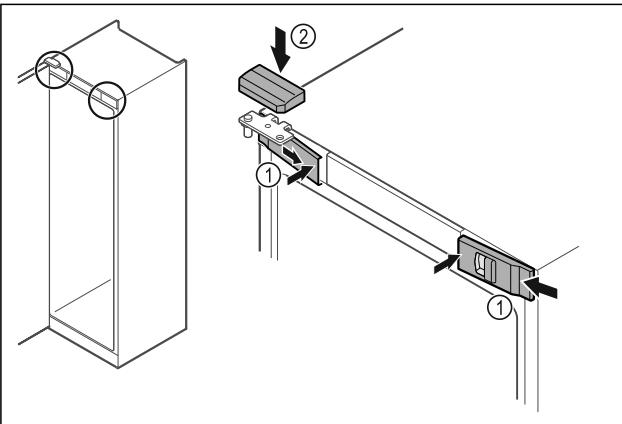

Fig. 50
- ▶ Закачете предните капаци Fig. 50 (1) отстрани и фиксирайте навътре.
- ▶ Фиксирайте горния капак Fig. 50 (2) отгоре.